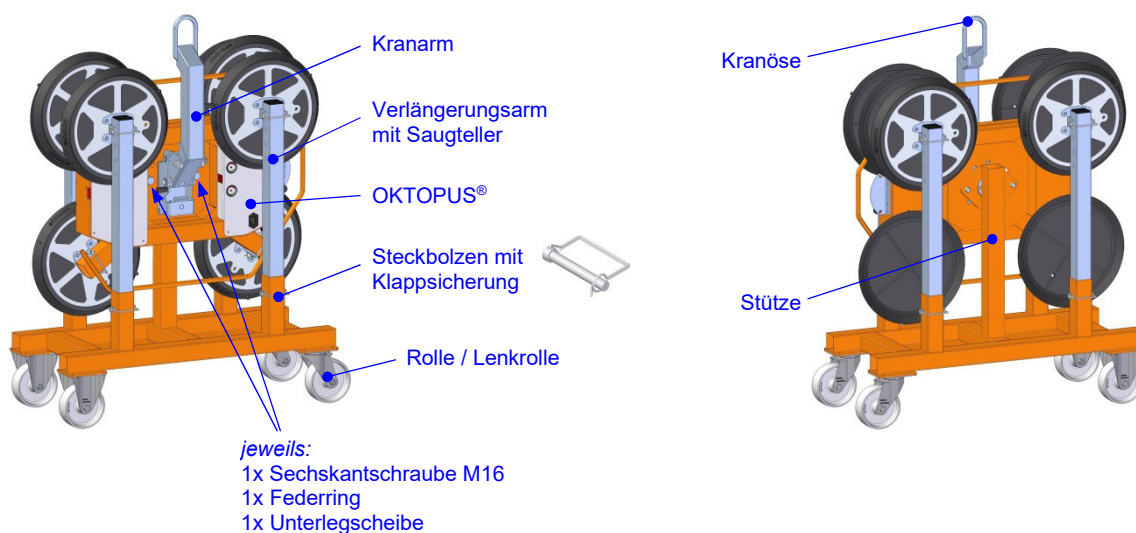

Abb. 8: Transportwagen groß
- ⇒ Positionieren Sie den Kranarm, wie in Abbildung 8 gezeigt. Achten Sie darauf, dass sowohl die Dreh- als auch die Kippbewegung des Kranarms verriegelt ist!
- ⇒ Platzieren Sie den OKTOPUS®, wie in Abbildung 8 gezeigt, im Transportwagen groß und fixieren Sie ihn unter Verwendung der zwei Sechskantschrauben M16, Federringe und Unterlegscheiben.
- ⇒ Platzieren Sie die Verlängerungsarme, wie in Abbildung 8 gezeigt im Transportwagen groß und fixieren Sie sie durch die im Lieferumfang enthaltenen Steckbolzen mit Klappsicherung.